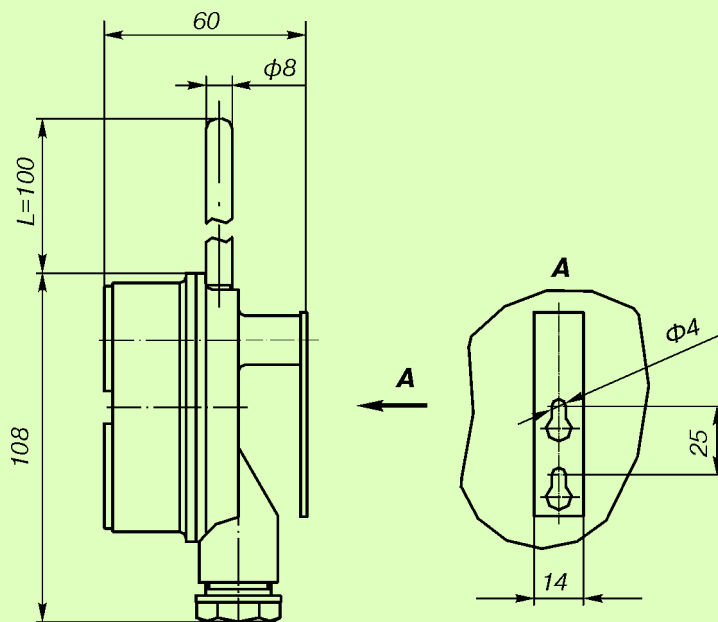

Рис.26.
Назначение: термопреобразователи сопротивления с унифицированным выходным сигналом **ТСПУ Метран-276** по рис.26 предназначены для измерения температуры воздуха в помещениях различного назначения.
Для всех исполнений, кроме рис.26:
Для исполнений по рис.26:
26¹⁾ по рис.26 (только для ТСПУ Метран-276)
27-Exia¹⁾ по рис.26 (только для ТСПУ Метран-276-Exia)
5. Длина монтажной части, L, мм (табл.4, 5, 6, 7, рис.26)/длина наружной части, l, мм (для ТХАУ Метран-271 рис.1-8, 10-19, 24).